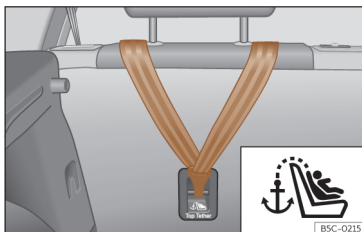

Fig. 37 Parte posterior dos bancos traseiros: fixação para o cinto Top Tether.
As cadeiras infantis com sistema Top Tether incluem uma correia adicional para fixação a um ponto de fixação no veículo. Este ponto de fixação encontra-se na parte traseira do encosto do banco traseiro (identificado com o símbolo ) e proporciona maior retenção >>> **Fig. 37**.
- Deslize a correia e fixe-a corretamente na fixação da parte posterior do encosto >>> **Fig. 37**.